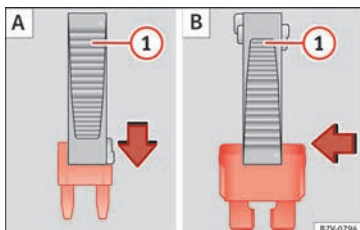

Fig. 63 Extraer o colocar un fusible.
- *Fusibles pequeños*: encaje la pinza desde arriba » fig. 63 A.
- *Fusibles mayores*: desplace la pinza lateralmente sobre el fusible » fig. 63 B.